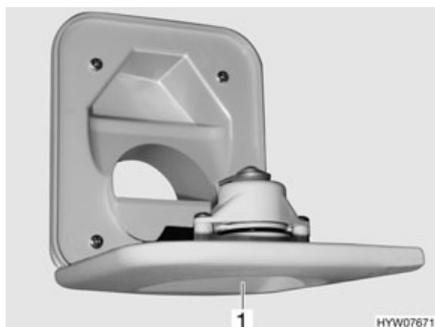

Fig. 248 Tubo de llenado de agua potable para el inodoro
- Abrir el tubo de llenado de agua potable para el inodoro (Fig. 248,1) encima de la trampilla para el cassette Thetford y girarlo hacia abajo.